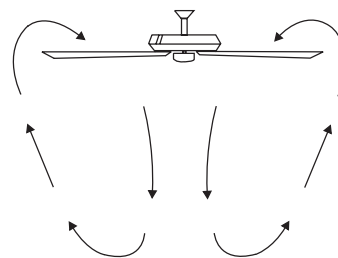

Figura 34
**Operación en clima cálido:** Avance (el ventilador gira en sentido contrario a las manecillas del reloj). Un flujo de aire descendente crea un efecto de enfriamiento (**Figura 34**). Esto le permite configurar su aire acondicionado en una temperatura más alta sin afectar su comodidad general.